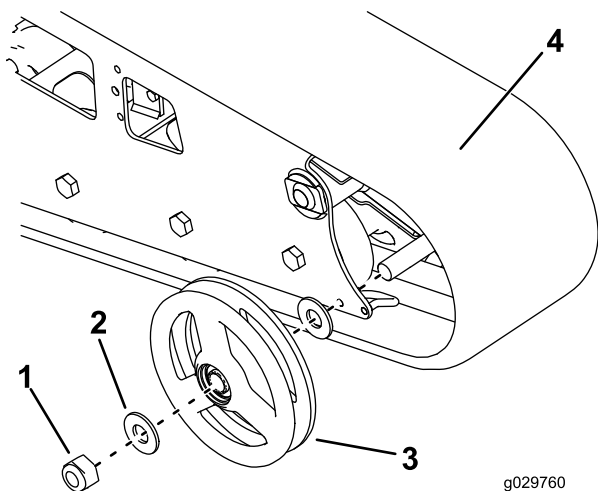

Figure 57
8. Posez la roue avant extérieure et fixez-la avec l'écrou retiré précédemment (Figure 57).
2. Retirez l'écrou de fixation de la roue avant extérieure et déposez la roue (Figure 57).
3. Déposez la chenille (Figure 57).
4. Retirez les 2 grandes rondelles des roues extérieures (1 de chaque côté de chaque roue) (Figure 57).
7. Posez la chenille neuve (Figure 57).